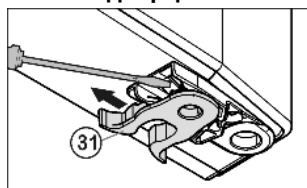

Fig. 8
- ▶ переставить пружинный зажим *Fig. 8 (31)*: Нажать вниз язычок защелки, снять с него пружинный зажим.